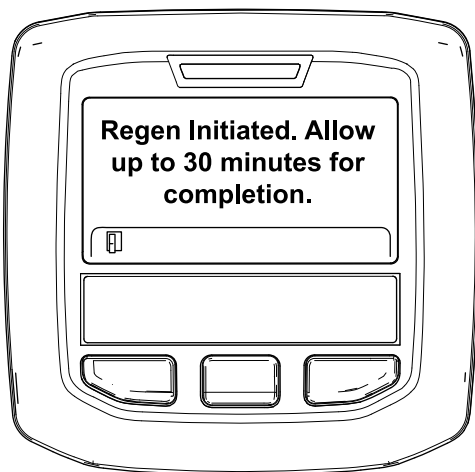

Figure 50
- Si la régénération est autorisée, le message « Regen Initiated. Allow up to 30 minutes for completion » (régén. lancée. Durée max 30 minutes) s'affiche dans l'InfoCenter. Attendez que la machine termine le processus de régénération en stationnement (Figure 50).